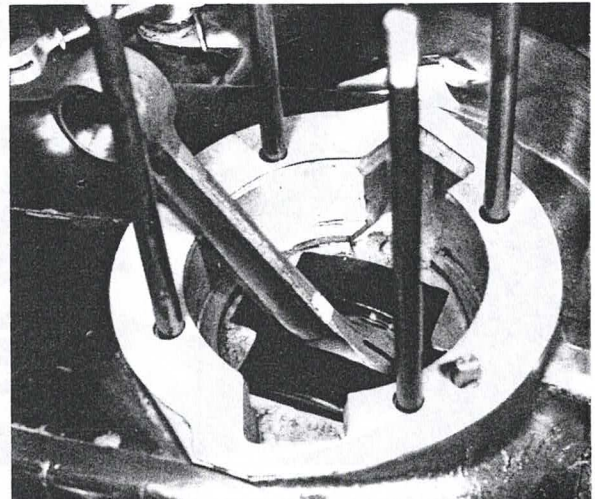

Bild 91
- Den herausragenden Teil der Kurbelgehäusedichtung abschneiden und eine neue Zylinderfussdichtung ohne Dichtmasse auflegen (Bild 91).